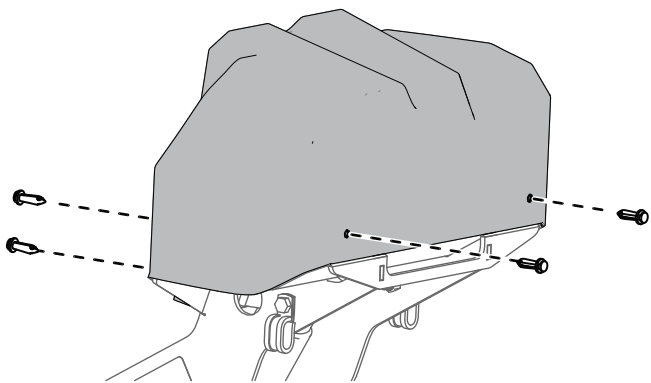

Figura 25
2. Retire los 4 remaches de plástico que sujetan la cubierta del acoplamiento al acoplamiento, y retire la cubierta (Figura 25).